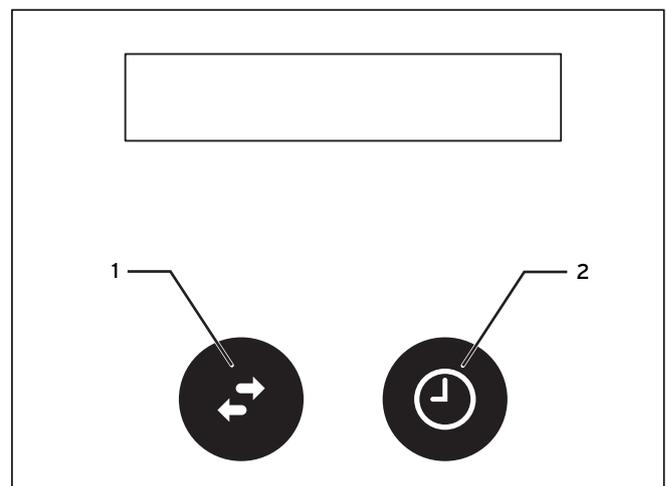

Abb. 4.3 Tasten „Anzeige“ und „Einstellung“
Über die Taste „Einstellung“ (2, Abb. 4.3) und die Taste „Anzeige“ (1, Abb. 4.3) können Sie zwei Menüebenen wählen:
Mit der Taste „Anzeige“ (1, Abb. 4.3) kann durch die einzelnen Menüpunkte navigiert werden.
<p>Zähler Ertrag xxxxx kWh</p>	<p>Dieser Zähler summiert alle Erträge, bis er wieder zurückgesetzt wird. Den Zeitraum dieses Zählers können Sie selbst festlegen, z. B. als Monatszähler. „Zähler Ertrag“ und „Zähler Stunden“ sind Zähler, die separat von den restlichen Zählern zurückgesetzt werden können. Bei Anzeige von „Zähler Ertrag“ oder „Zähler Stunden“ gelangt man durch Drücken der Taste „Einstellung“ (2, Abb. 4.3) in die Anzeige „Zähler löschen?“. Mit der Taste „Einstellung“ (2, Abb. 4.3) muss nun „ja“ gewählt werden. Mit Taste „Anzeige“ (1, Abb. 4.3) wird das Löschen bestätigt und die Anzeige springt zum gelöschten Zähler zurück. „Zähler Ertrag“ und „Zähler Stunden“ werden immer gemeinsam gelöscht, damit genügt es, nur einen Zähler zu löschen.</p>
Um von der Anzeigeebene in die Einstellebene zu gelangen, drücken Sie die Tasten „Einstellung“ (2, Abb. 4.3) und „Anzeige“ (1, Abb. 4.3) gleichzeitig, bis die Anzeige der Software-Version erscheint.
Mit der Taste „Anzeige“ (1, Abb. 4.3) können Sie zwischen den verschiedenen Menüpunkten, die Messwerte und Daten anzeigen, umschalten.
- Halten Sie hierzu die Taste „Anzeige“ (1, Abb. 4.3) gedrückt, bis der nächste Menüpunkt angezeigt wird. Die Menüpunkte sind durchlaufend, d.h. wenn Sie beim letzten Menüpunkt der Ebene angelangt sind, wird beim nächsten Drücken der Taste „Anzeige“ (1, Abb. 4.3) wieder der erste Menüpunkt der Ebene angezeigt.
Wenn die Taste „Anzeige“ (1, Abb. 4.3) am Wechselrichter über längere Zeit nicht betätigt wird, so wird am Display automatisch der Eintrag mit der aktuell eingespeisten Leistung angezeigt.
Auch in der Einstellebene können Sie mit der Taste „Anzeige“ (1, Abb. 4.3) durch die einzelnen Menüpunkte navigieren.
Durch Betätigen der Taste „Anzeige“ (1, Abb. 4.3) können Sie zum nächsten Menüpunkt umschalten.
Mit der Taste „Einstellung“ (2, Abb. 4.3) können Sie Änderungen im jeweiligen Menüpunkt vornehmen.
Um die Zähler zu löschen, wählen Sie mit der Taste „Einstellung“ (2, Abb. 4.3) „ja“ aus und bestätigen Sie dies mit der Taste „Anzeige“ (1, Abb. 4.3).
Die benötigte Kennziffer ist 2 und wird mit der Taste Taste „Einstellung“ (2, Abb. 4.3) eingegeben.
Mit einer weiteren Bestätigung durch die Taste „Anzeige“ (1, Abb. 4.3) löschen Sie alle Zähler. Dies wird durch die Anzeige „Einspeisezähler gelöscht!“ quittiert.
- Drücken Sie dazu die Taste „Anzeige“ (1, Abb. 4.3).
- Halten Sie danach die Taste „Einstellung“ (2, Abb. 4.3) solange gedrückt, bis die gewünschte Adresse angezeigt wird.